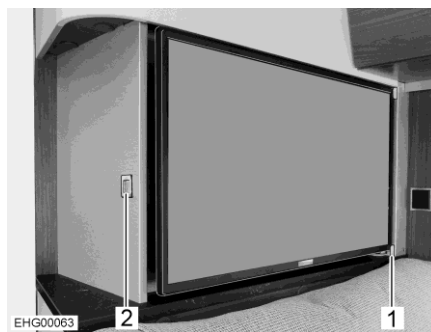

Bild 90 Flachbildschirm
Der Flachbildschirm ist seitlich mit einer Führungsschiene (Bild 90,1) gesichert.
- Entriegelungstaste (Bild 90,2) drücken.
- Flachbildschirm aus der Führungsschiene (Bild 90,1) in gewünschte Position ziehen.
- Flachbildschirm zurückschieben, bis er seitlich in die Führungsschiene (Bild 90,1) einrastet.